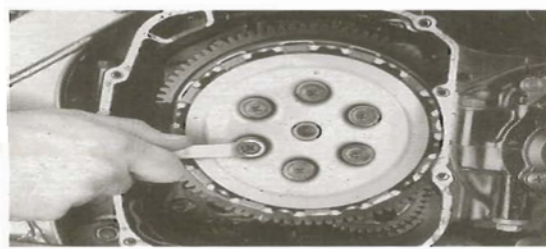

Bild 86
- Befestigungsschrauben der Kupplungsfedern schrittweise über Kreuz ausdrehen (Bild 86). Druckplatte, Lager und Kugel entfernen; Stahl- und Reibscheiben der Kupplung abnehmen.
- Federn einsetzen und Druckplatte schrittweise über Kreuz anziehen (Bild 86).